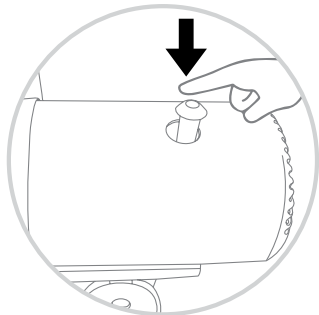

рис. 7
- На корпусе двигателя расположена кнопка включения режима поворота вентилятора (рис. 7). Если нажать (утопить) эту кнопку, двигатель с лопастями начнёт поворачиваться в разные стороны. Чтобы отменить режим поворота, вытяните кнопку обратно.